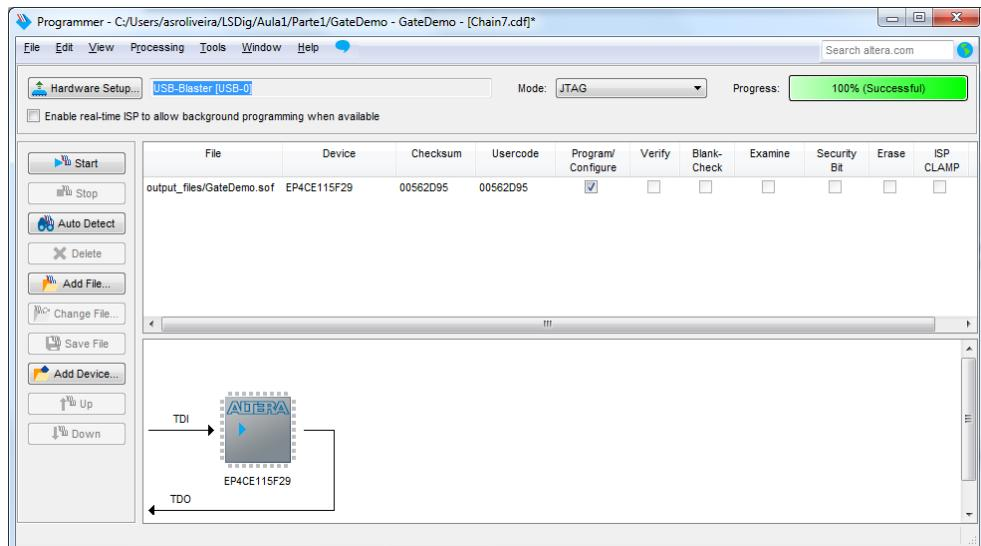

Figura 29 – Janela da aplicação após programação da FPGA.
**20.** Para programar a FPGA prima o botão “Start”. Quando a programação da FPGA estiver concluída (com sucesso), a aplicação deve apresentar o aspeto da Figura 29.